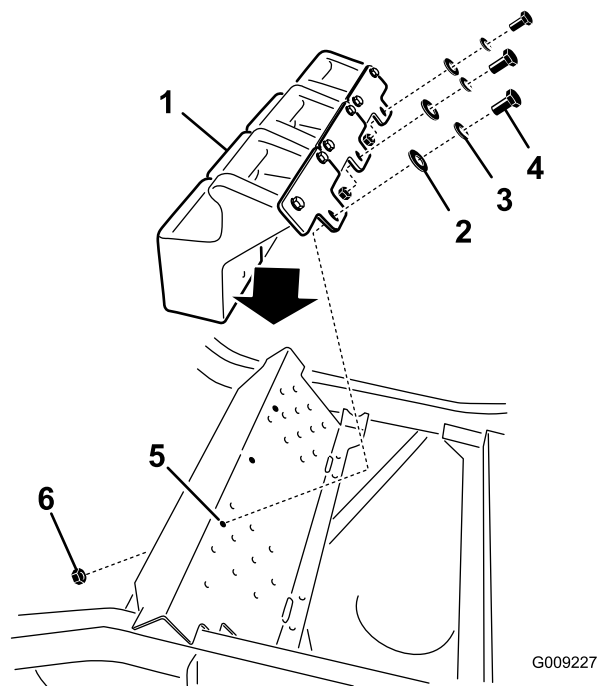

Figura 35
2. Montate i pesi anteriori sopra il poggiapiedi (Figura 35).
3. Fissate i pesi anteriori sopra al poggiapiedi e sulla staffa di montaggio con 6 bulloni (3/8" x 1"), 6 rondelle di bloccaggio, 6 rondelle piane e 3 dadi flangiati (3/8") (Figura 35).